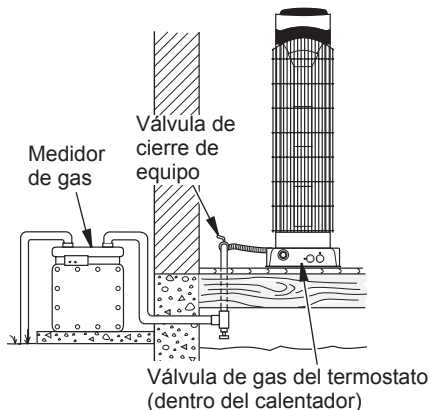
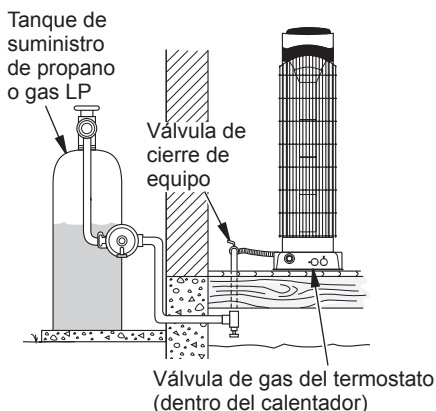

Figura 15. Revisión de las uniones de gas para gas natural
Figura 16. Revisión de las uniones de gas para propano o gas LP
3. Revise todas las uniones entre el medidor de gas, si usa gas natural (consulte la figura 15), o entre el tanque de suministro de propano o gas LP, si usa este tipo de gas, y la válvula de cierre del equipo (consulte la figura 16). Aplique en todas las uniones algún fluido de detección de fugas que no sea corrosivo. La formación de burbujas indicará una fuga.
4. Revise todas las uniones entre la válvula de cierre del equipo y válvula de gas del termostato (consulte la figura 15 ó 16). Aplique en todas las uniones algún fluido de detección de fugas que no sea corrosivo. La formación de burbujas indicará una fuga.